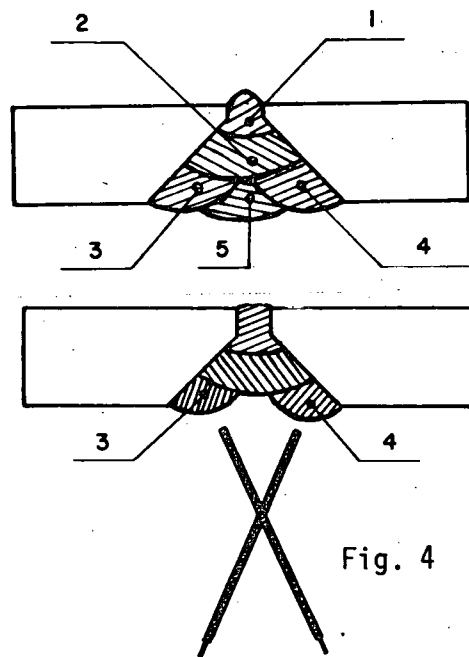

Fig. 4
- 1) Varie a inclinação do eletrodo nos cordões 3 e 4 (fig. 4).